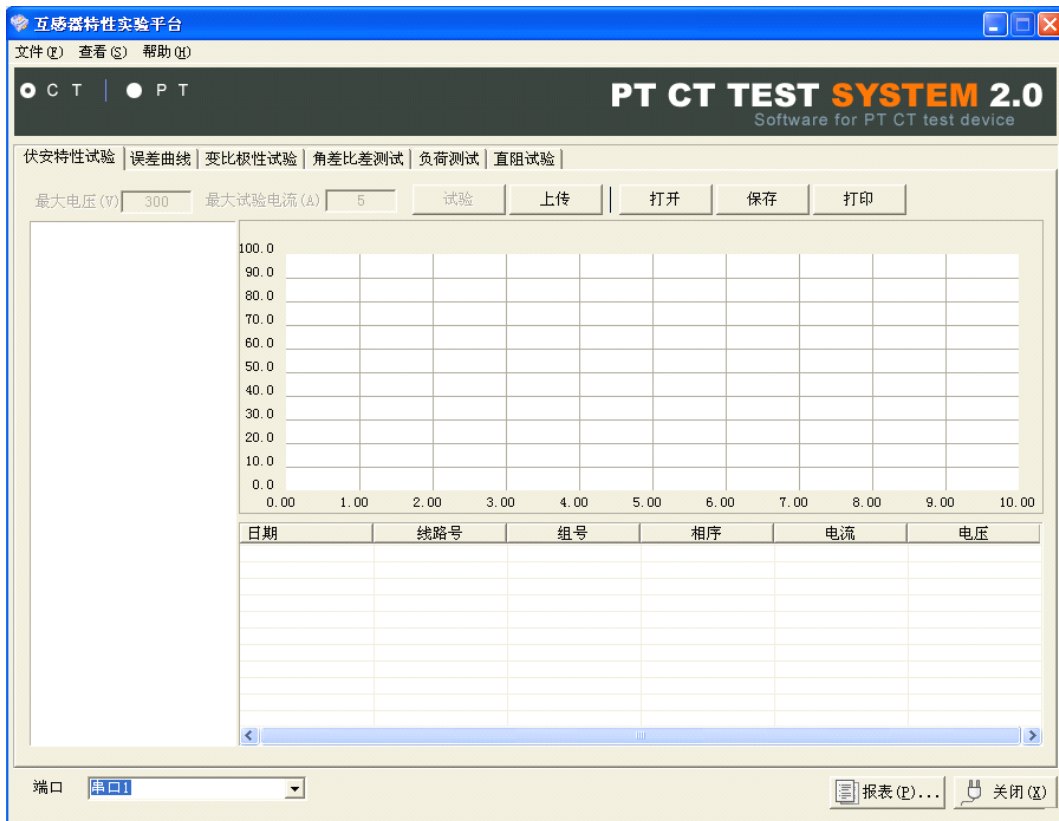

图 18
1. 将配套光盘放入计算机光驱中，解压“软件”至 C 盘根目录，打开 Execute 文件夹，选择“Dqsy”文件，即为互感器测试软件（图 18）。